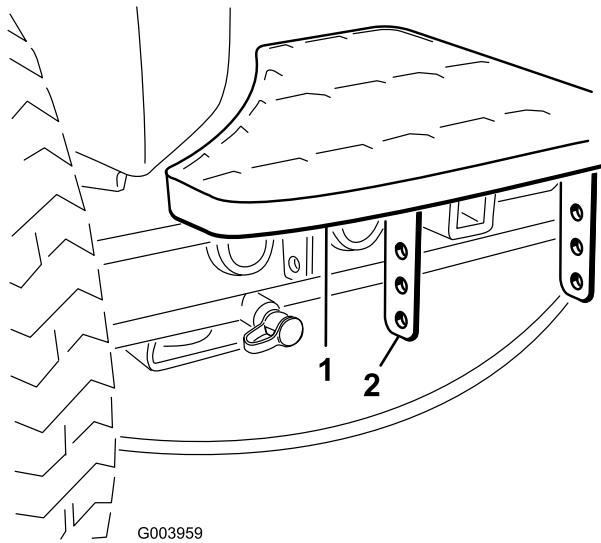

図 2
1. ステップブラケットをトラクションユニットのフレームに固定しているボルトとナット(2組)を外す(図2)。